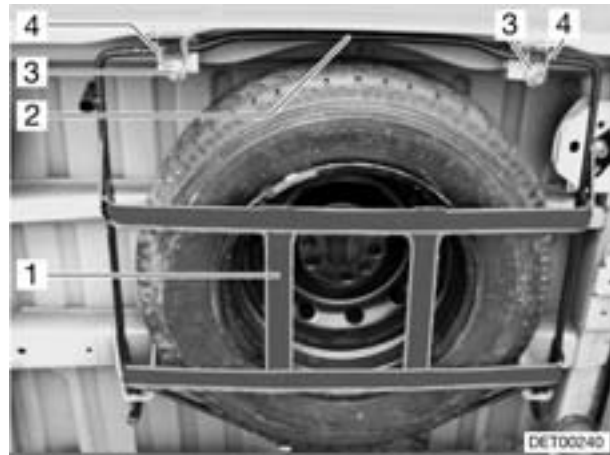

Bild 210 Ersatzrad in Aufnahmekorb
- Schrauben (Bild 210,3) am rechten und linken Haken (Bild 210,4) der Ersatzrad-Halterung lösen.
- Bügel (Bild 210,2) leicht nach oben drücken, Haken nach hinten drücken und Bügel aushängen.
- Aufnahmekorb (Bild 210,1) ganz ablassen und Ersatzrad herausziehen.